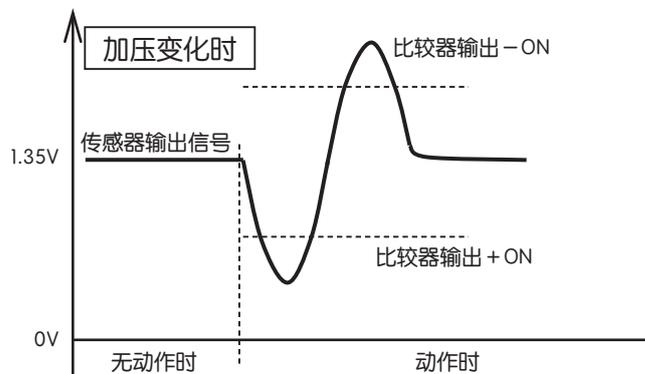

图1 模拟输出电压 (例子)
- 模拟输出如图1所示，无动作时约输出1.35V，动作时电压会以这个1.35V为中心发生变化，所以只要连接示波器，即可轻松确认传感器信号。